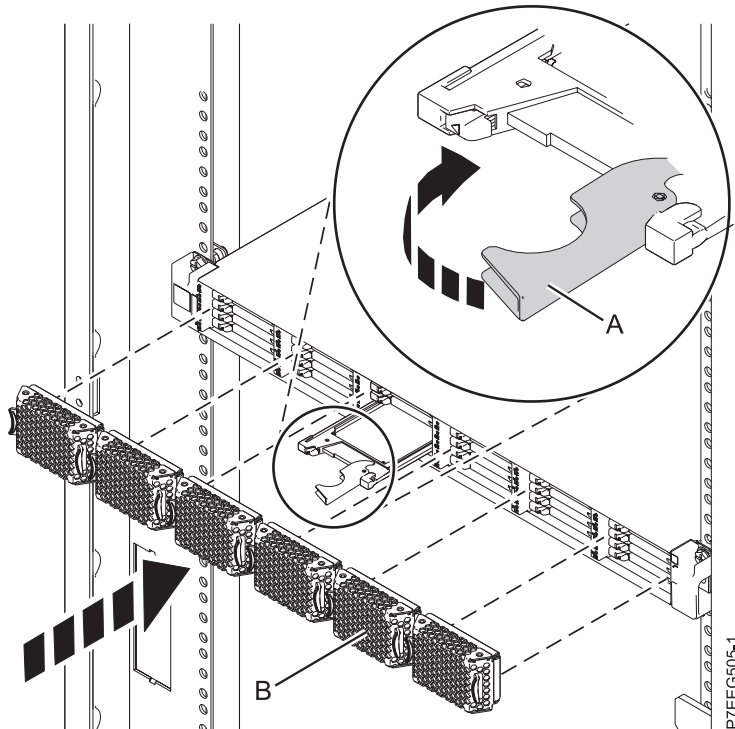

Figure 3. Installation d'une unité SSD dans le boîtier de stockage PCIe 58/88
1. Avec la poignée en position déverrouillée, alignez l'unité SSD avec les rails de guidage dans le boîtier. Pour plus d'informations, voir figure 3, à la page 10.
5. Tournez la poignée (A) pour la mettre en position verrouillée.
6. Installez le panneau (B).